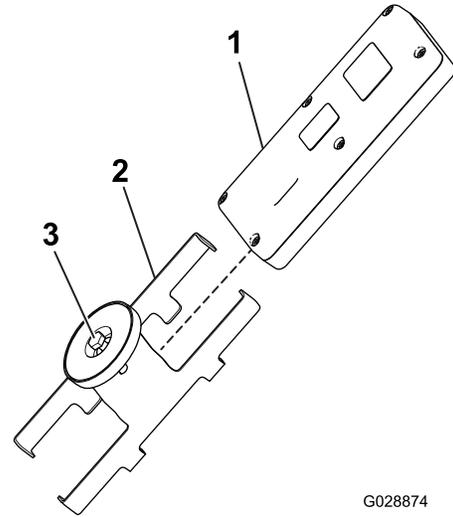

図 13
5. ハンドヘルドリモートをマグネット式ブラケットに取り付ける。ブラケットにリモートを入れ、ブラケットについているボルトを締め付ける (図 13)。